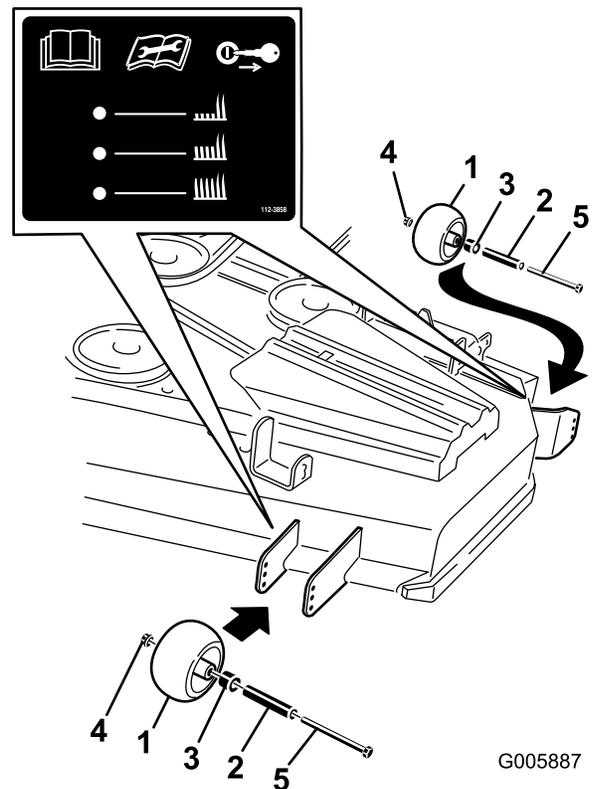
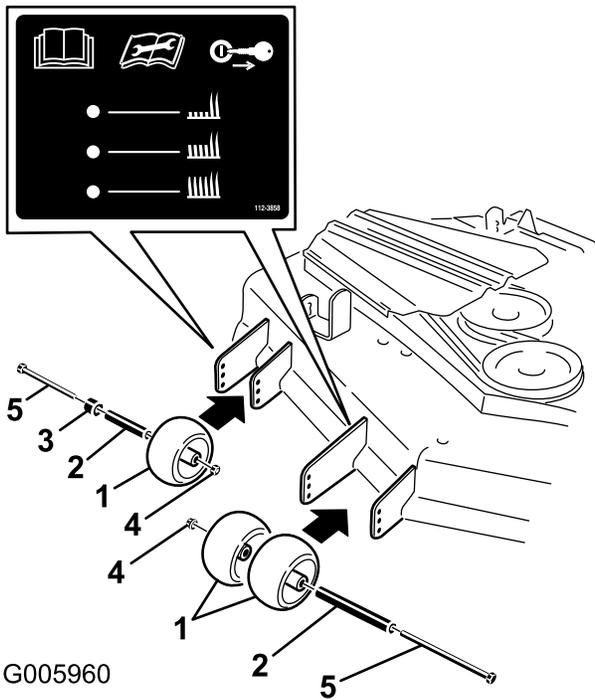

Figura 19
Figura 20
3. Después de ajustar la altura de corte, ajuste los rodillos retirando la tuerca con arandela prensada, el casquillo, el espaciador y el perno (Figura 19 o Figura 20).
- Nota:** Los dos rodillos centrales no tendrán espaciador (Figura 19 o Figura 20).
5. Instale la tuerca con arandela prensada, el casquillo, el espaciador y el perno. Apriete a 54-61 Nm (Figura 19 o Figura 20).